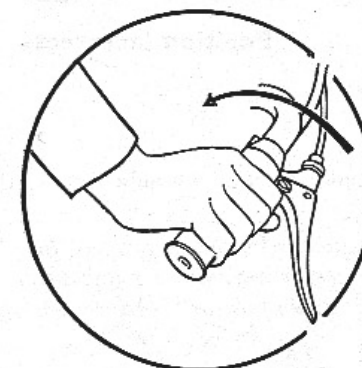

Fig. 2
- 3°) Quand la machine dépasse la vitesse d'un piéton, **tourner vivement la poignée des gaz vers soi** (Fig. 2). Le moteur doit partir franchement.